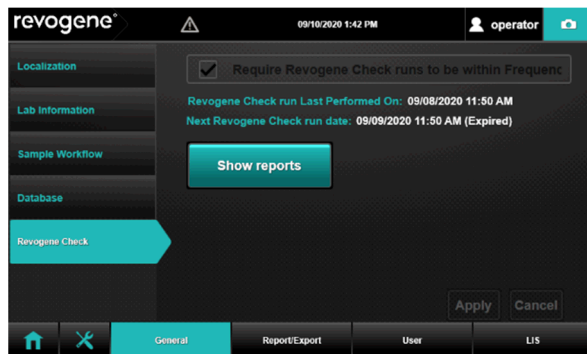

Figura 3. Configuración de la prueba Revogene Check
5. Si selecciona **<Show Revogene Check Menu>**, pulse el botón **<Show reports>** (Figura 3) para consultar el archivo del informe en formato pdf.